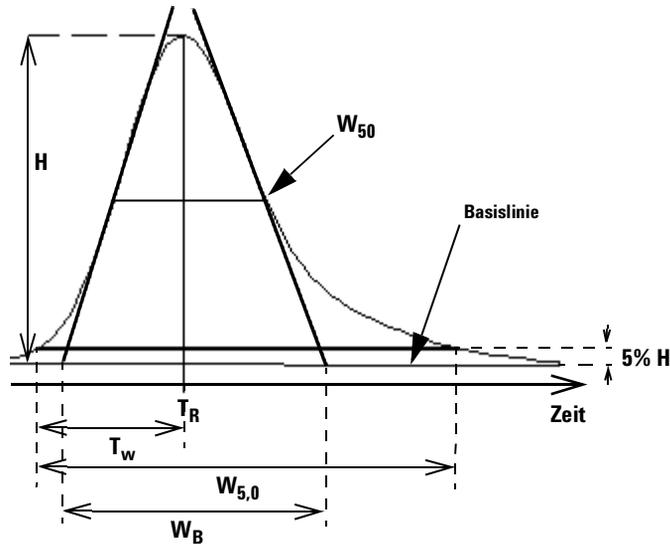

Abbildung 48 Leistungsparameter
- W_B** Basisbreite, 4 Sigma, wird erhalten, indem Tangenten durch die Wendepunkte gelegt werden, die die Basislinie schneiden (*Tangenten-Peakbreite*) siehe Abbildung 48 auf Seite 266)
Detaillierte Informationen finden Sie in Abbildung 48.
t_w = Abstand in min zwischen der Peakfront und T_R , gemessen bei 5% der Peakhöhe (siehe Abbildung 48 auf Seite 266)
W_B = Basisbreite [min] (siehe Abbildung 48)
W_{50} = Peakbreite bei halber Höhe [min] (siehe Abbildung 48)